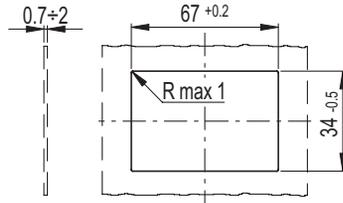

Fig.1
- (1) La vitesse de lecture affecte la durée de vie de la batterie.
- (2) Résolution: la plus petite variation de longueur que le système peut afficher.
- (3) Précision: écart maximal de la valeur mesurée par le système par rapport à la valeur réelle.
- (4) Répétabilité: degré de proximité entre une série de mesures du même échantillon, lorsque les mesures individuelles sont effectuées, en laissant les conditions de mesure inchangées.
- Insérez la partie inférieure du boîtier dans le trou et pressez jusqu'à la complète insertion à déclic (Fig.1).